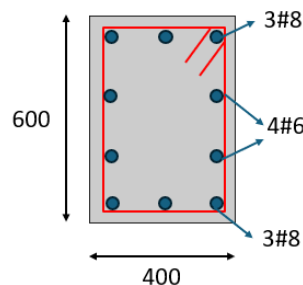

FIGURA 2
- Si la sección de la columna esta dada en la figura 2 Construya la curva de interacción nominal para el eje fuerte de la columna P_n vs M_n e indique la curva de diseño reducida ϕP_n vs ϕM_n de la sección transversal de la columna. Para su desarrollo, determine